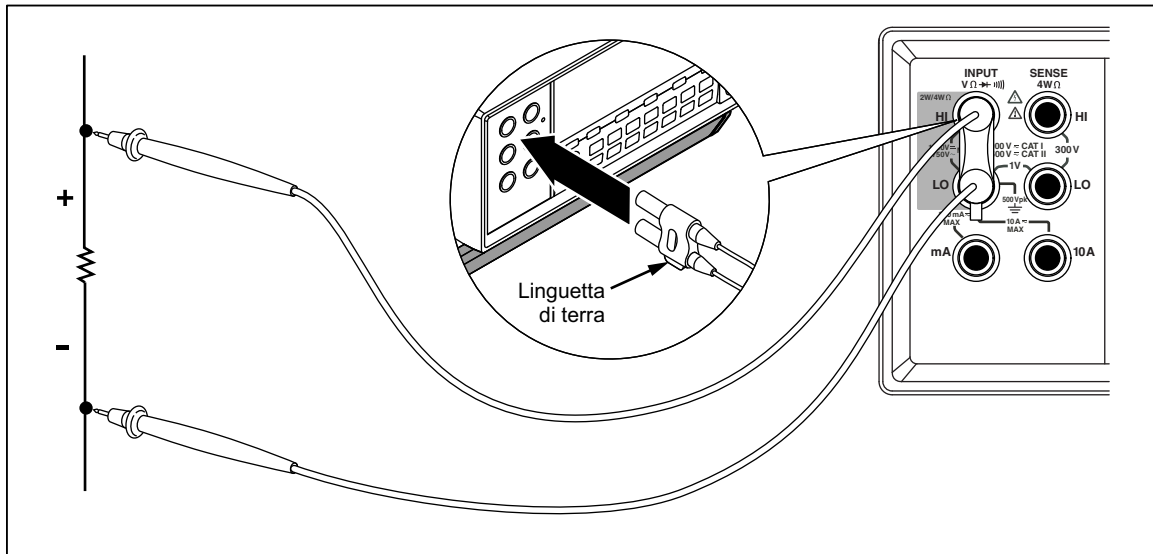

Figura 3-7. Collegamenti in ingresso per resistenze a 4 fili utilizzando fili conduttori 2x4
1. Collegare i cavetti di prova ai connettori di ingresso del multimetro, come indicato nella Figura 3-7.